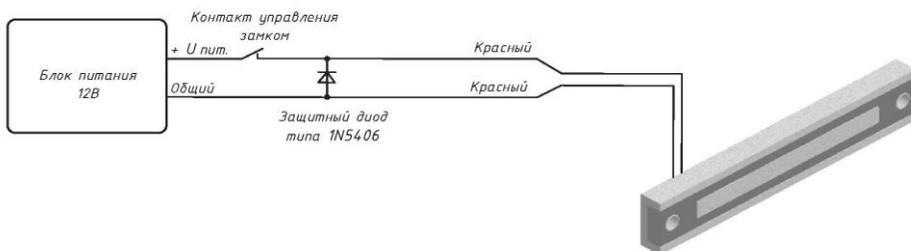

Рисунок 5 – Схема подключения замка ALM-250FT-12
- 5.5 Проверить работоспособность замка, подключив его согласно схеме (рисунок 5 или 6).